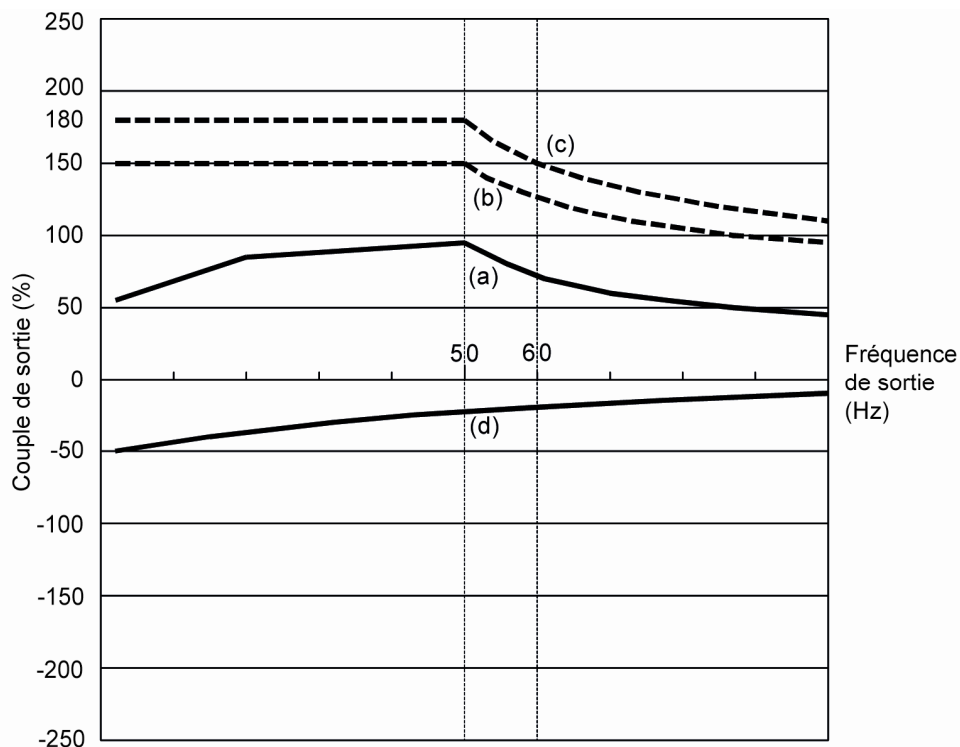

Figure 7.1 Caractéristiques du couple de sortie (fréquence de base : 50 Hz)
Les graphiques des figures 7.1 et 7.2 présentent les caractéristiques du couple de sortie des moteurs à la fréquence de sortie nominale, avec pour fréquence de base respective 50 Hz et 60 Hz. L'axe horizontal et l'axe vertical indiquent la fréquence de sortie et le couple de sortie (%), respectivement. Les courbes (a) à (d) dépendent des conditions de fonctionnement.
(1) Couple d'entraînement continu admissible (courbe (a) dans les figures 7.1 et 7.2)
(2) Couple d'entraînement maximum dans un laps de temps court (courbes (b) et (c) dans les figures 7.1 et 7.2)
(3) Couple de démarrage (autour de la fréquence de sortie 0 Hz dans les figures 7.1 et 7.2)
(4) Couple de freinage (courbe (d) dans les figures 7.1 et 7.2)